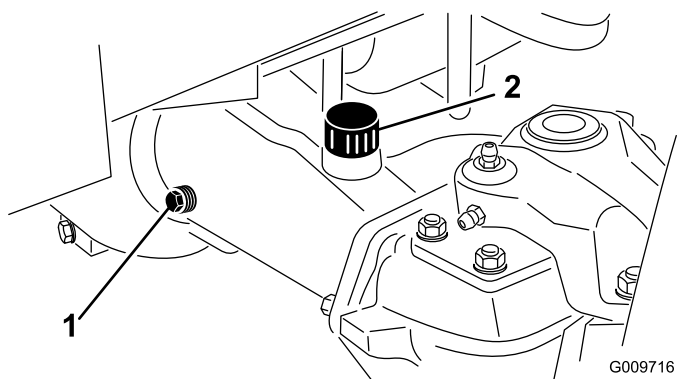

Рисунок 69
2. Снимите контрольную пробку с одного конца моста (Рисунок 69) и убедитесь в том, что смазочное масло доходит до низа отверстия.
3. Если уровень низкий, снимите заливочную пробку (Рисунок 69) и добавьте масло, чтобы довести его уровень до низа отверстия контрольных пробок.